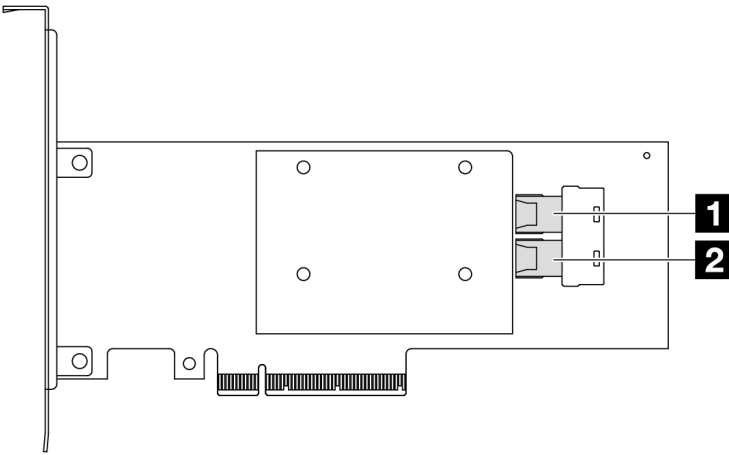

Рис. 316. Адаптер RAID/HBA 8i Gen 3 SFF (два разъема порта)
- Рис. 316 «Адаптер HBA 8i Gen 3 SFF (два разъема порта)» на странице 369